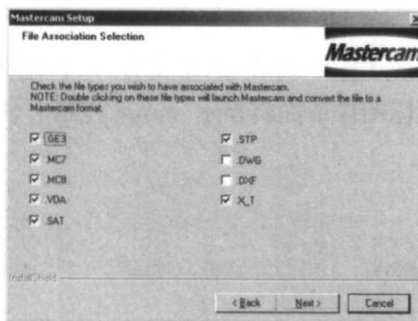

图 1-23
(15) 显示 File Association Selection (文件相关性选择)对话框,如图 1-23 所示,Mastercam 9 自动勾选选项,单击“Next”(下一步)按钮。